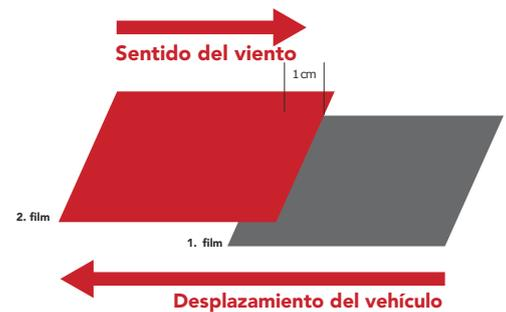

FIG 18
- Recubrimiento vertical sobre una superficie móvil: la aplicación se hace siempre desde la parte de atrás hacia adelante, el segundo film superpone el primero, etc. (FIG. 18)